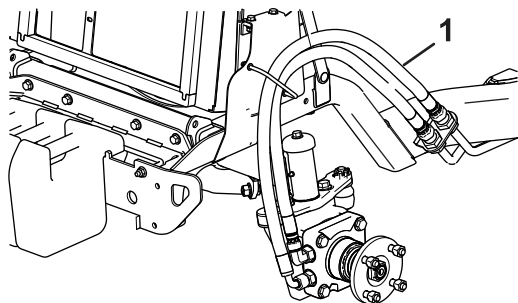

Figur 7
12. Løsne boltene på siden av radiatoren (Figur 7).
13. Skyv braketten med kjølerskruer under bolthodene på radiatoren og støtfangerbraketten (Figur 7).